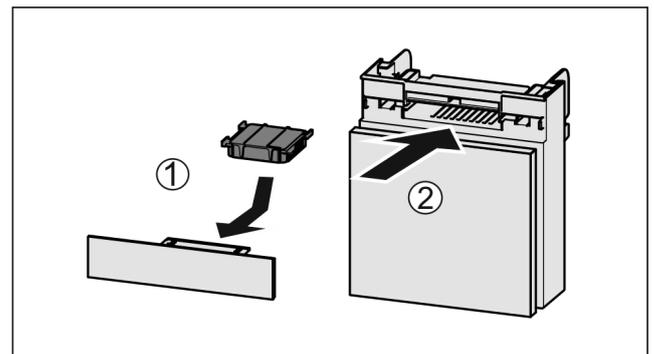

Fig. 57
- Inserire il vano Fig. 57 (2).